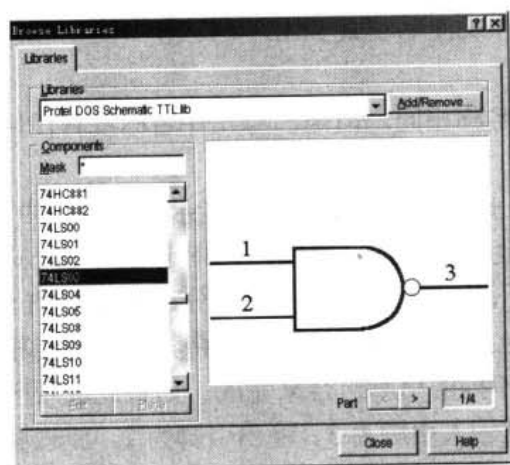

图 4-20 Browse Libraries (浏览元件库) 对话框
- (4) 如果元件的属性参数都不知道, 可单击 Browse 按钮, 系统将弹出如图 4-20 所示的 Browse Libraries 对话框, 选择元件相关的库。